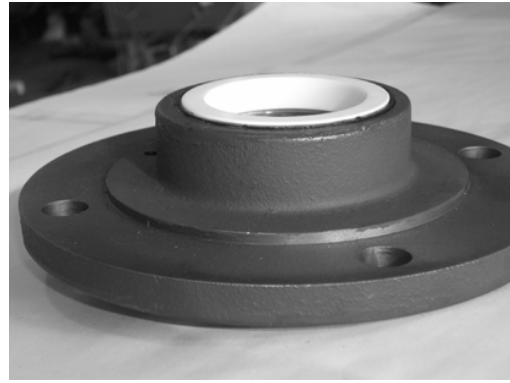

图 43：安装到填料函盖的密封座
1. 将静态机械密封座推入填料函盖孔（见图 43）。使用 P-80 橡皮润滑乳剂、肥皂水或等效物轻度润滑填料函盖孔，便于组装。